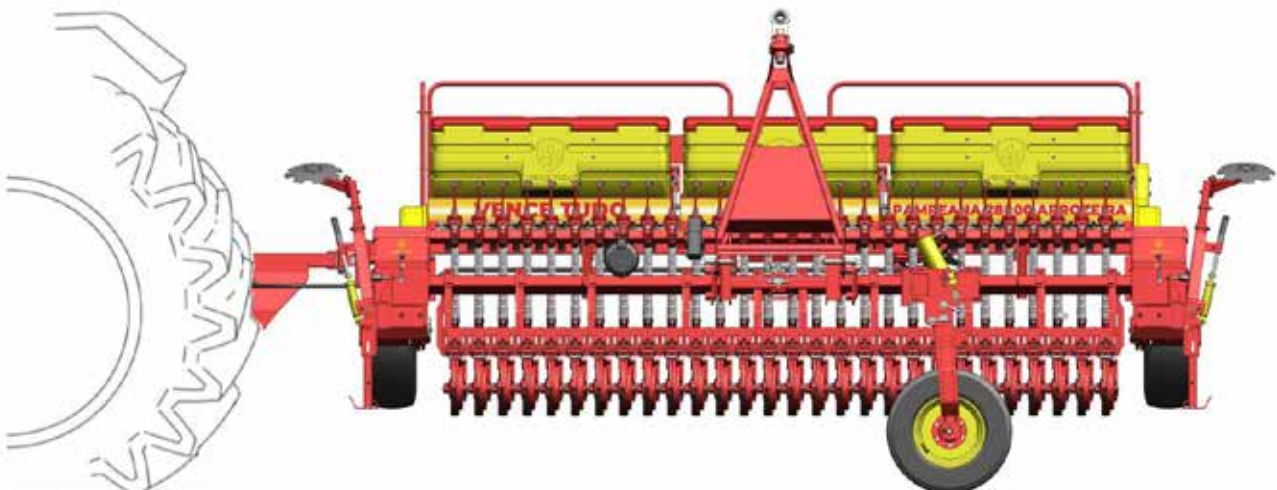

fig. 32
Não acione os cilindros do rodado de transporte com os dispositivos de segurança (C) (fig. 32) travados.